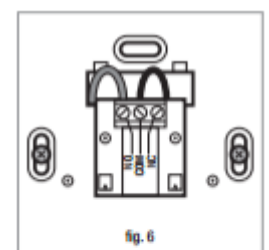

fig. 6
13. Far passare i cavi nella placca di fissaggio. Collegare i fili al morsetto rispettando la posizione COM e NO. Posizionare e fissare con viti e tasselli in dotazione (fig.6).